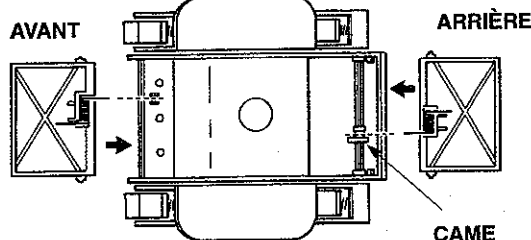

Figure 12
**Les ressorts des volets étant différents, il est absolument indispensable d'installer les volets du côté approprié.** Toute erreur diminuerait les performances de votre Navigator. Lors de l'installation du volet avant, veillez à ce que le fil étendu du ressort soit inséré dans l'encoche située sur le devant du corps inférieur (voir Figure 12). Poussez le volet jusqu'à ce qu'il soit en place. Le volet se mettra en place avec un déclic. Répliez le volet vers la base du Navigator. Vous sentirez à ce moment une certaine résistance (normale). Lorsque le volet se mettra en place, vous sentirez l'action exercée par le ressort et remarquerez que le volet avant sera revenu dans sa position de fonctionnement normal.
Lors de l'installation du volet arrière, le fil étendu du ressort doit être placé contre l'une des surfaces plates de la came (voir Figure 12).